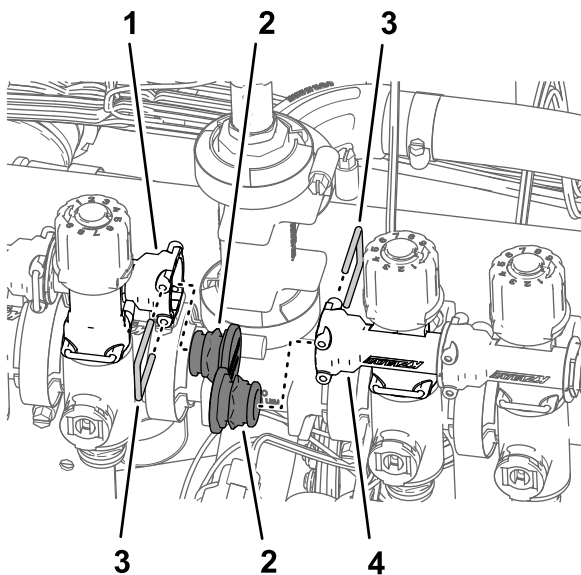

Рисунок 99
- Снимите держатели, которые крепят заглушки в гнездах быстроразъемных штуцеров на клапане сопла 5 и клапане сопла 6, и снимите заглушки (Рисунок 99).